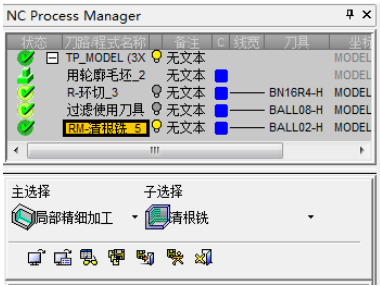

图 2-166 “NC Process Manager”对话框
3) 创建程序。单击“加工向导”工具栏上的“加工程序”按钮，弹出“NC Process Manager”对话框，“主选择”为“局部精细加工”，“子选择”为“清根铣”，如图 2-166 所示。